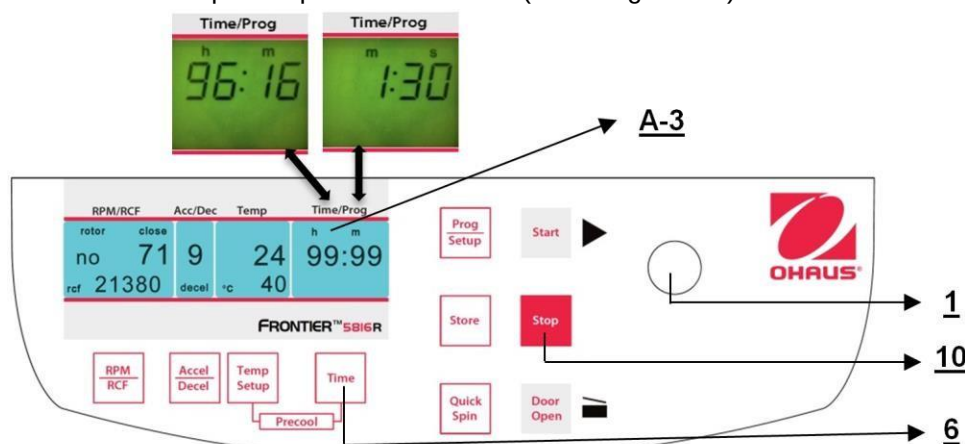

Figura 20
3. La operación continua **"cont"**, que puede interrumpirse con el botón **"Stop"** (10) (vea la Figura 20).
Para establecer el valor deseado, use la perilla de ajuste (1). Después de exceder 59 min. 50 seg., la indicación cambia automáticamente a **"h : m"**. Después de exceder 99 horas 59 min., aparece la palabra **"cont"** en la pantalla **"Time/Prog"** (A-3). Esta operación continua solo puede interrumpirse al presionar el botón **"Stop"** (10). El conteo regresivo del tiempo inicia una vez que se alcanza la velocidad establecida. La pantalla siempre muestra el tiempo de operación restante. (Vea la figura 20.)
Si las muestras son sensibles a la temperatura, es útil preenfriar la centrifuga, el rotor y eventualmente los portatubos a la temperatura de trabajo requerida. Por lo tanto, inserte el rotor deseado y preajuste la temperatura respectiva. Al presionar en forma simultánea los botones **"Temp/Setup"** (13) (vea la Figura 20) y **"Time"** (6), inicia la operación. Durante la operación, la unidad selecciona automáticamente una velocidad rotacional que es equivalente al 20% de la velocidad rotacional permitida del rotor respectivo. Después de que se alcanza la temperatura predeterminada, puede salir de la operación de preenfriamiento con el botón **"Stop"** (10). Dependiendo del rotor insertado, el preenfriamiento dura aproximadamente entre 10 y 20 minutos.